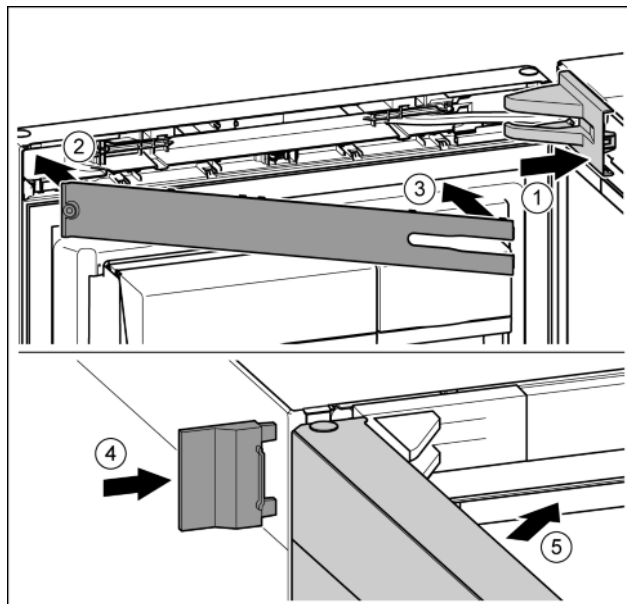

Fig. 46
- ▶ Nasadte a zaklapněte kryt stojanu ložiska, příp. opatrně přitlačte od sebe. Fig. 46 (1)
- ▶ Nasadte záslepku. Fig. 46 (2)
- ▶ Záslepku sklopte a zaklapněte. Fig. 46 (3)
- ▶ Vnější kryt nasuňte. Fig. 46 (4)
- ▶ Zavřete horní dveře. Fig. 46 (5)